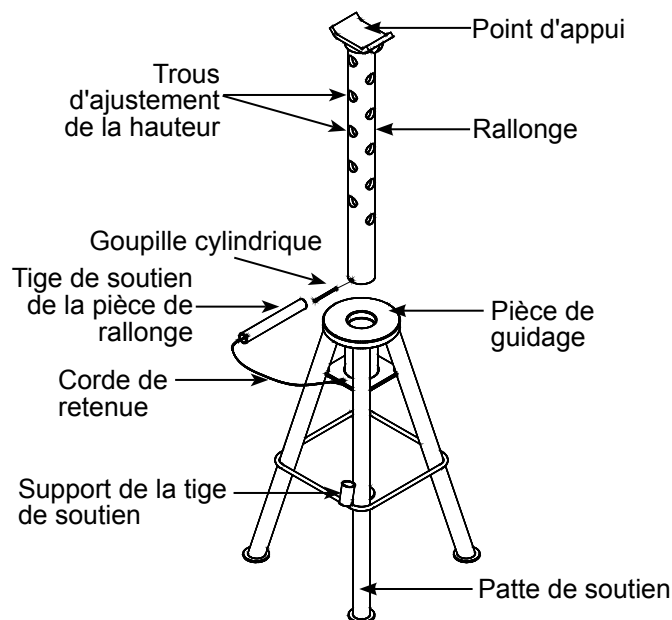

Figure 1 : Composants du modèle BH5010B
**Assemblage** (Voir les figures 1 et 2.)